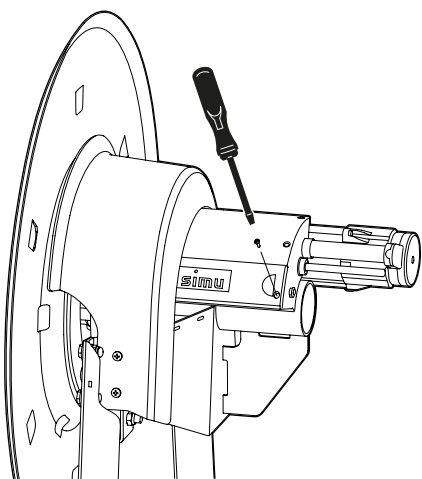

Fig. 6
1. Ouvrez la trappe, voir Fig. 6.